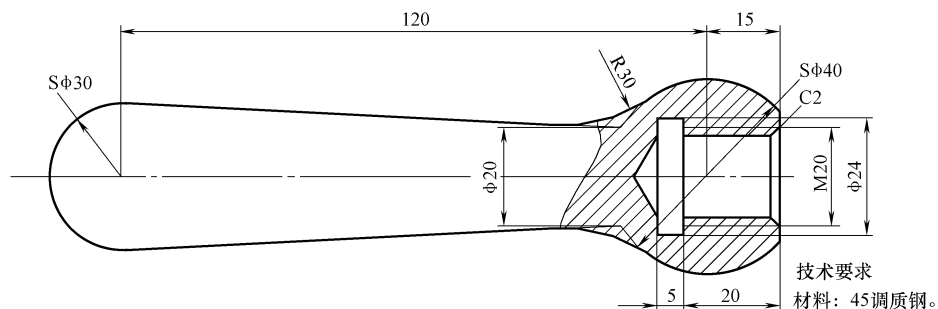

图 D-5 造型与编程题 5
5. 已知毛坯尺寸为 $\phi 50\text{mm} \times 200\text{mm}$ ，材质为 45 调质钢，根据图 D-5 所示的零